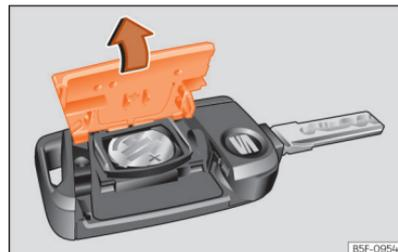

Abb. 66 Fahrzeugschlüssel: Deckel des Batteriefachs öffnen.
- Abdeckung auf der Rückseite des Fahrzeugschlüssels in Pfeilrichtung abnehmen >>> **[Abb. 66]** , >>> ⓘ.